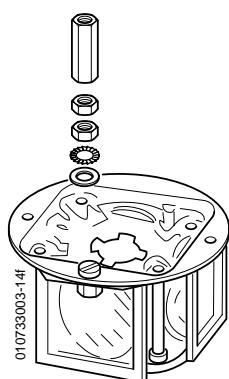

FIG. 7
- 8) Repositionner le bloc optique sur les 2 tiges filetées en veillant à ce qu'il soit en appui correct sur son support (FIG. 7).